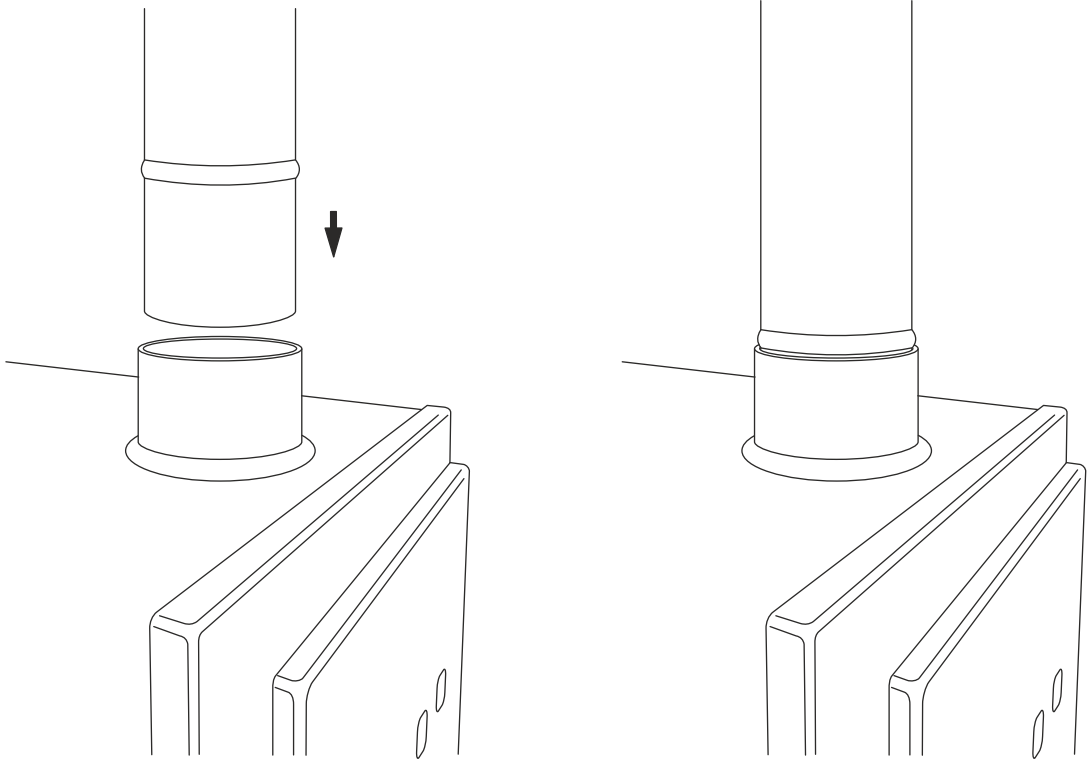

Figure 7
- Installez la cheminée sur le poêle extérieur. (La cheminée a deux parties qui doivent être reliées ensemble). Voir Figures 7 et 8.